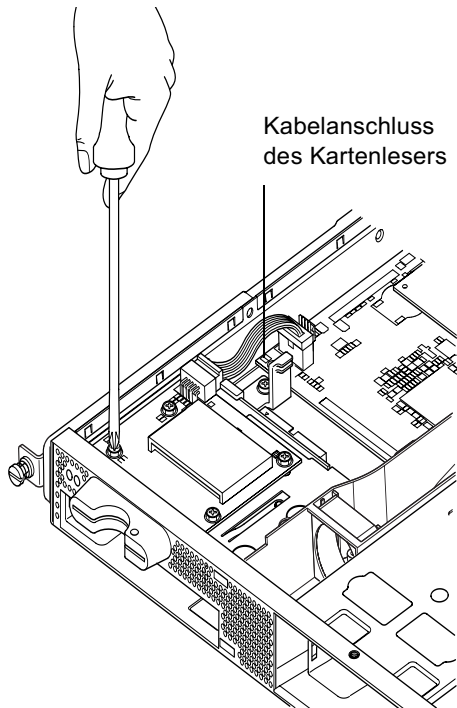

ABBILDUNG 11-2 Ausbauen des Lesegeräts für die Systemkonfigurationskarte
2. **Sobald der Server geöffnet ist, auf einer Antistatikmatte steht und Sie ein ordnungsgemäß geerdetes Antistatikarmband angelegt haben, ziehen Sie das Stromkabel von dem Stecker an der Leiterplatte des Speicherkartenlesegeräts ab (siehe ABBILDUNG 11-2).**
3. **Lösen Sie die Schrauben, mit denen die Leiterplatte des Speicherkartenlesegeräts oben am CD-ROM-Laufwerkschacht befestigt ist (siehe ABBILDUNG 11-2).**